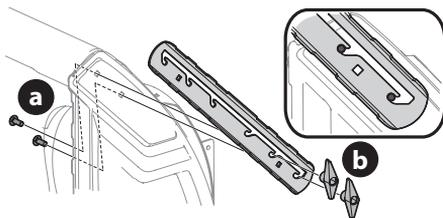

Figure 48
4. Desserrez les boulons de carrosserie (a) et les écrous papillon (b) qui fixent chaque barre de coupe. Voir Figure 48.